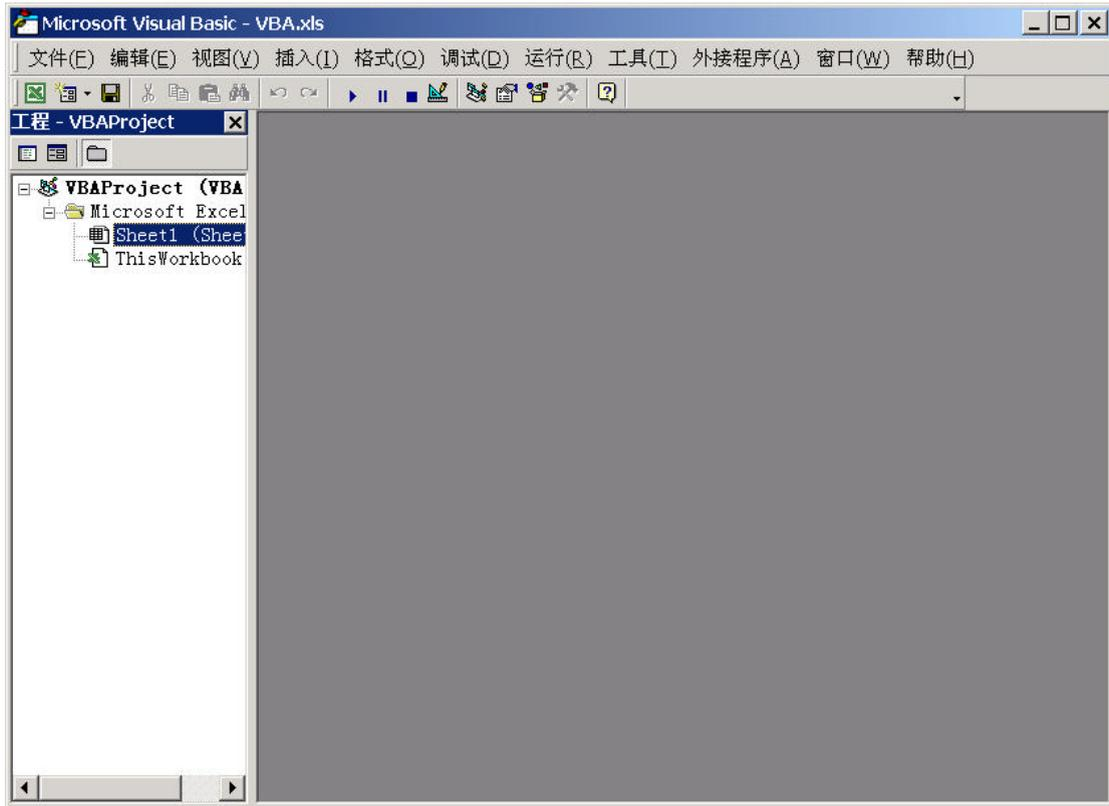

图 4-1 Visual Basic 编辑器
- 2) 从Excel的菜单选择[工具(T)]-[宏(M)]-[Visual Basic 编辑器(V)] 显示Visual Basic 编辑器(图4-1)。